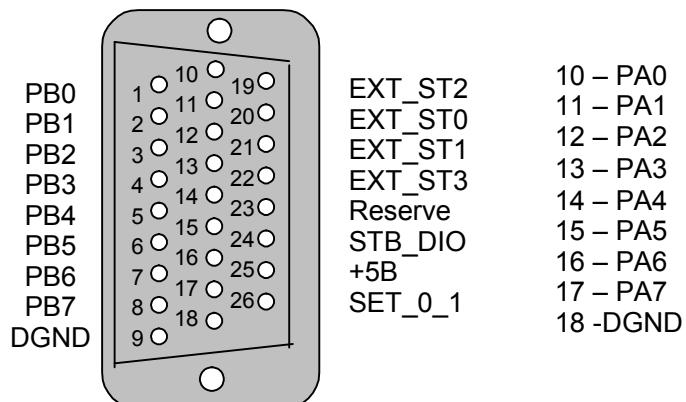

Рис. 7.1
7.1.3 Назначение контактов разъема цифрового порта ввода/вывода ХР1 (Рис. 7.1) приведено в таблице (Таблица 7. 2).